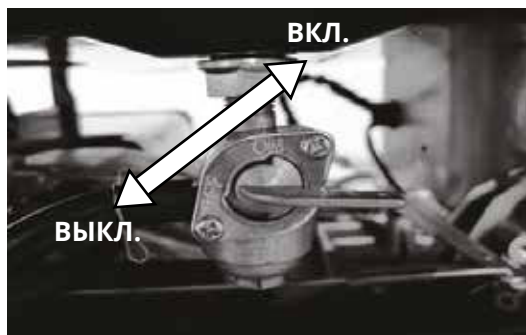

Рис. 3.1
1. Поверните рычаг топливного крана в положение «ВКЛ» (рис. 3.1).
3. Поверните рычаг топливного крана в положение «ВЫКЛ» (рис. 3.1).